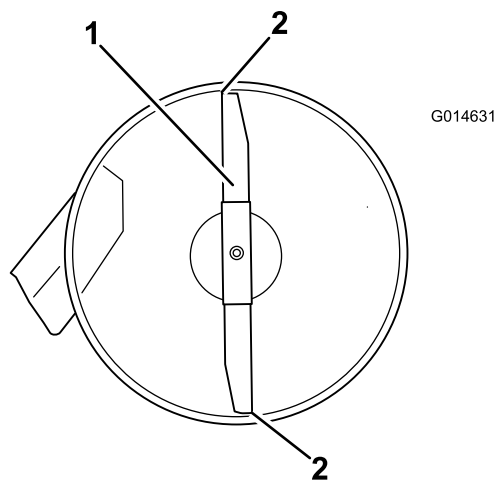
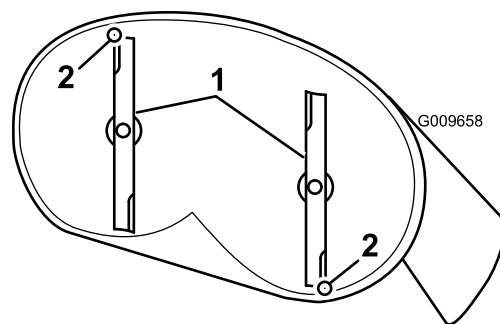

Bild 59
Bild 60
4. Drehen Sie die Messer vorsichtig, sodass sie in Längsrichtung zeigen (**Bild 59** und **Bild 60**).
5. Messen Sie zwischen der Messerspitze vorne und hinten und der ebenen Fläche (**Bild 59**).
9. Überprüfen Sie nach dem Einstellen erneut die Neigung in Längsrichtung. Stellen Sie die Mutter ein, bis die vordere Messerspitze um 1,6 mm bis 7,9 mm tiefer liegt als die hintere Messerspitze (Bild 59).